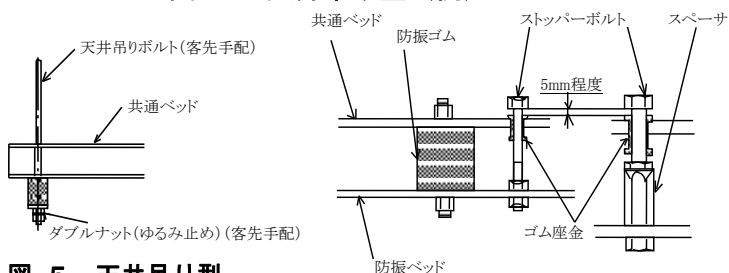

図5 天井吊り型 防振ゴム取付(例) 図6 ストッパーボルト取付(例)
- ③ 据付け後、吊りボルトのナットはダブルナットとし、ゆるみ止めを必ず行ってください。（図5）